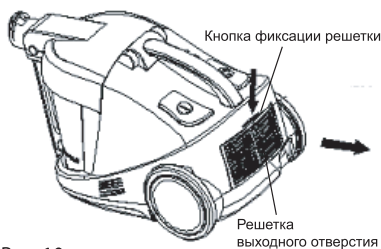

Рис. 10
1. Удалите решетку выходного отверстия, нажав на кнопку фиксации решетки (Рис. 10).